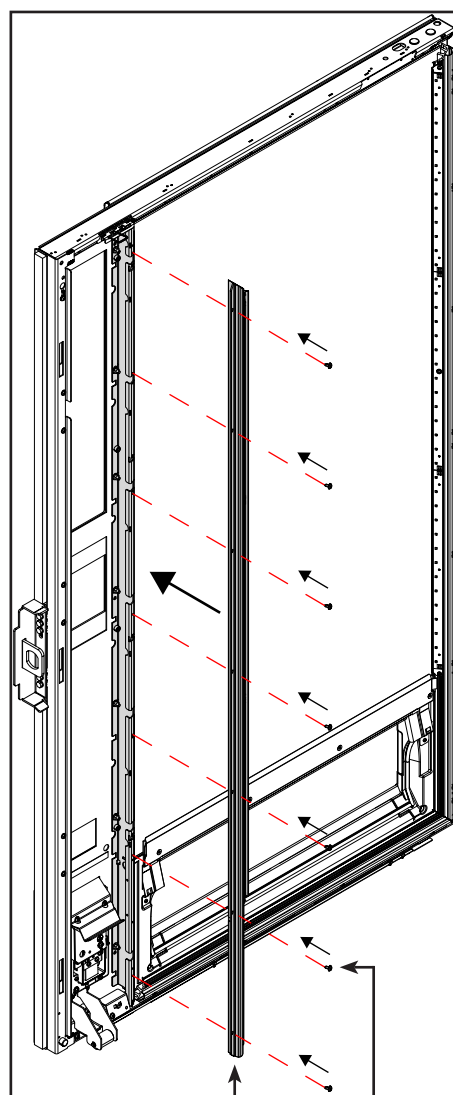

Fig. 33
8. Poser le profil d'étanchéité côté gauche avec 7 vis à tête cylindrique bombée et empreinte à six lobes internes M4 (fig. 33).